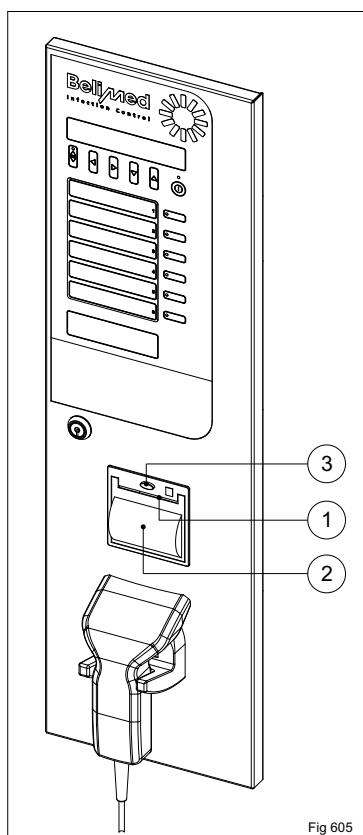

Fig 605
- ▶ Deckel über die Drucktaste (Fig. 605/606 Pos. 3) aufklappen
- ▶ Papier durch den Paperauslass (Fig. 605/606 Pos. 1) führen